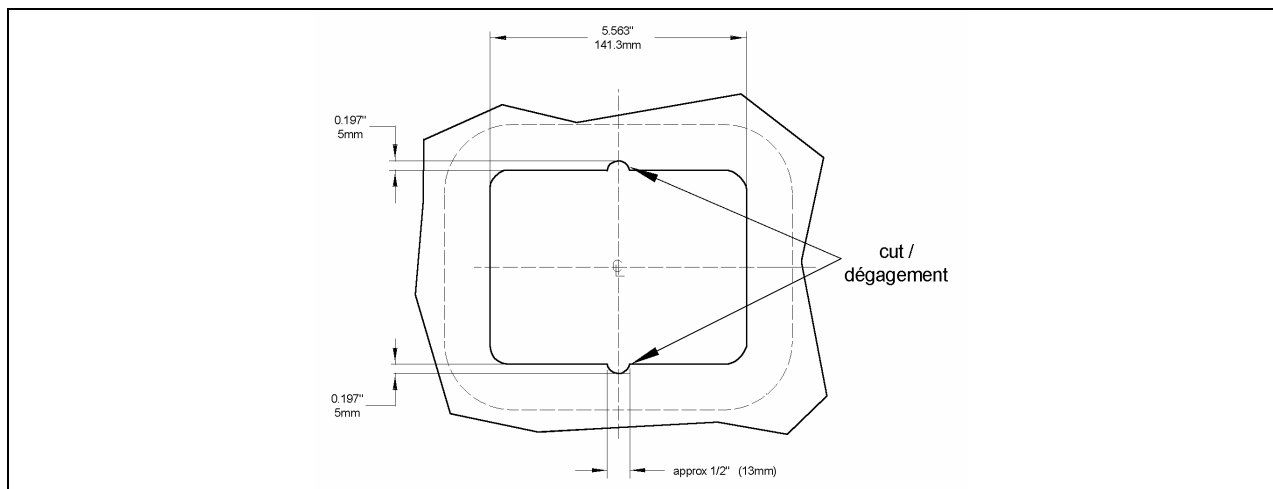

FIGURE 2: DÉCOUPURE DANS LE PANNEAU DE FIBRE, RÉF. ÉTAPE 5
5. Découper le panneau de la porte tel que montré à la figure 2 afin de permettre l'installation de la nouvelle poignée.